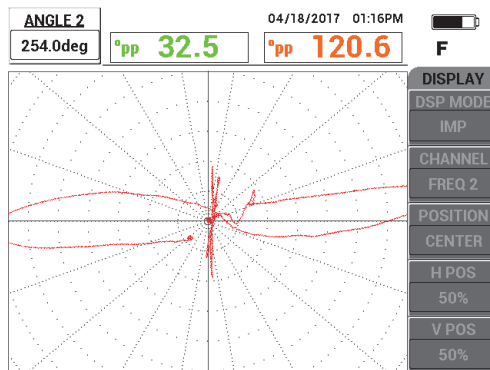

図 5-198 周波数 2 の角度調整
5. 角度キーを押して (◀ θ), および貫通穴の信号が画面で垂直に表示されるまで、タブを回します 271 ページの図 5-198 参照)。